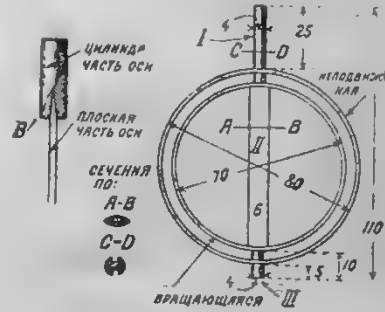

Рис. 2.
На рис. 2 показаны размеры неподвижной и вращающейся катушек.
Ось делается составной (см. рис. 2): часть I цилиндрическая с желобками вдоль оси (см. сеч. по С—D) для прокладки проводников от вращающейся катушки; часть II плоская (см. сеч. А—В) и часть III цилиндрическая, но без желобков, как это было в части I.
Длина плоской части оси (II) несколько больше диаметра вращающейся катушки, т.е. 74—76 мм. Таким образом, на выступающие концы плоской части оси имеется возможность всадить цилиндрические ее части, расплюскав последние, как это показано в детали В (рис. 2); для большей прочности данное соединение склеивается клеем.